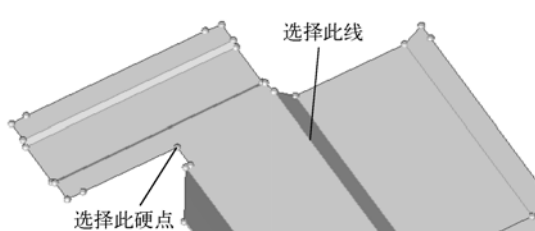

图 4-17 硬点及线位置 1
(1) 通过以下任一种方式进入 **point edit** 面板。
(2) 进入 **trim with nodes** 子面板。
(3) 在 **node normal to edge** 下激活 **node** 选择框。
(4) 放大如图 4-17 所示区域，选择硬点。
(5) 此时 **lines** 选择框被激活，选择如图 4-17 所示的线。当点和线被选中后，在模型硬